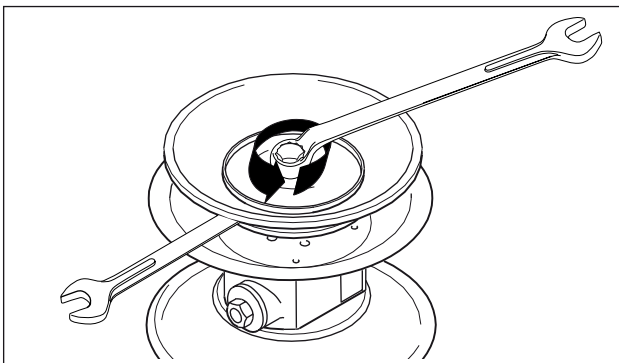

Abb. 10: Membranteller lösen. (Entfällt bei DEPA E⁴® Verbundmembran.)
- Äußeren Membranteller lösen und mit der Membran abnehmen (Abb. 10).